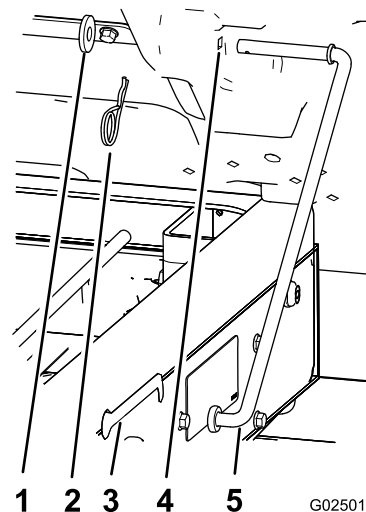

Figura 12
1. Îndepărtați agrafa i aiba care fixează tija de susinere la partea inferioară a platformei (Figura 12).
2. Glisați tija de susinere în față pentru a o îndepărta din suportul de pe cadru (Figura 12).